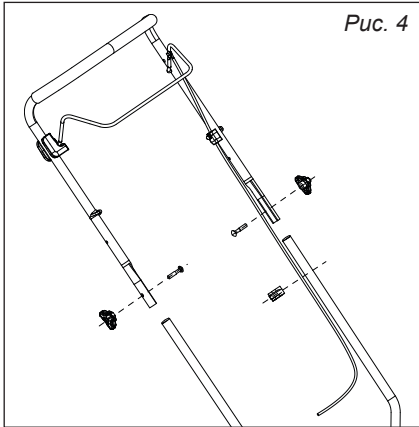

Рис. 4
3. Установите рукоятку с тросом управления, при установке трос должен располагаться слева, изгиб рукоятки и рычаг направлен вверх. Закрепите рукоятку с помощью болтов и гаек барашек (рис. 4).